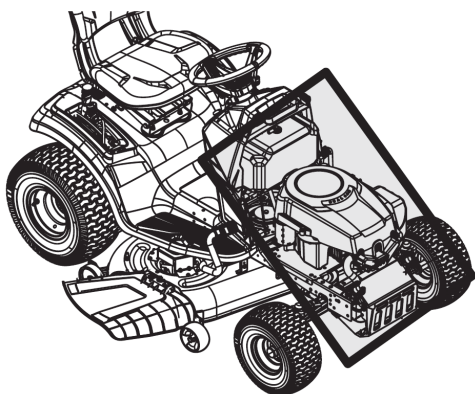

Figure 31
- ・ エキゾーストマニホールド、ヒューズ周辺、すべての配線とハーネス、マフラーパイプ、マフラーシールド、エンジンインテークスクリーン、冷却フィンなどのボンネットの下を清掃します。図31を参照